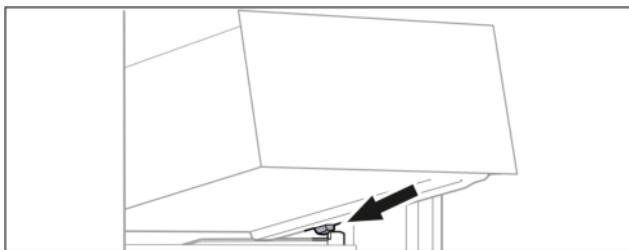

Fig. 91
- ▶ Schubfach schräg hinter den Stoppfern auf Behälterrippe aufsetzen. (siehe Fig. 91)